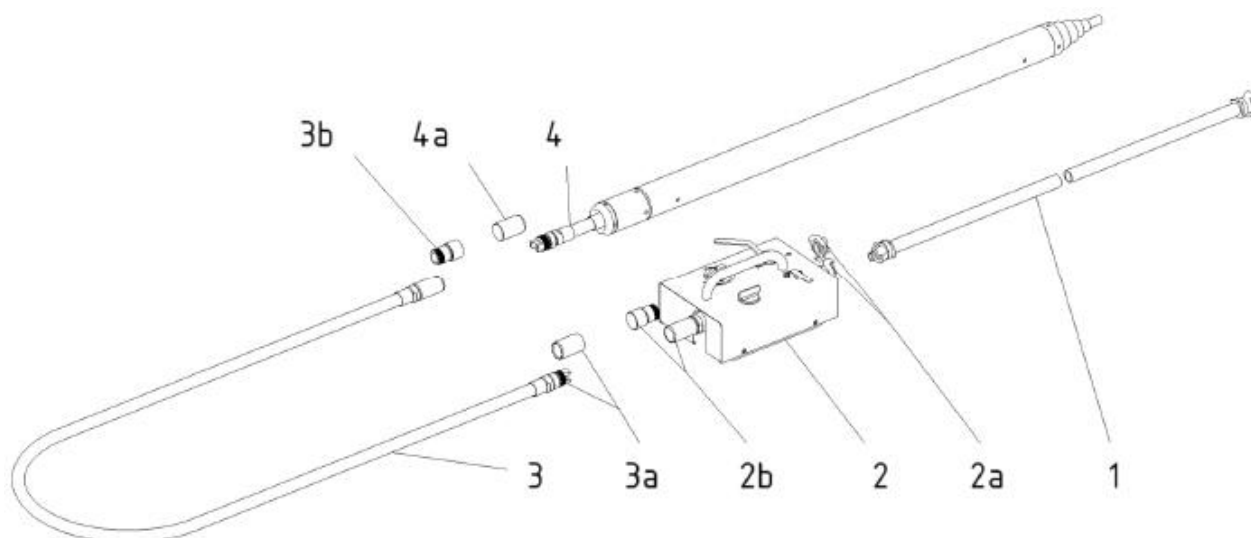

Figura 9.3.1.
Pentru a conecta furtunul de aer (Figura 9.3.1.), procedati dupa cum urmeaza:
- a) Conectati furtunul de aer (consultati figura 9.3.1 - Conectarea Furtunului de Aer).
- c) Parghia de sens (directie) de pe lubrifiant trebuie sa fie in pozitia Inainte (F).
- d) Printr-o miscare rapida, deschideti supapa alimentarii cu aer (2) de la lubrifiant in pozitia maxima, pentru a pune in functiune racheta MAX la putere maxima.